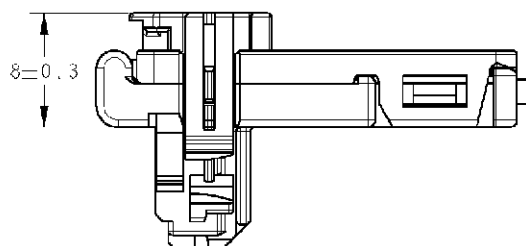

Fig. 21
- 寸法により管理される場合には、Fig. 21の寸法を参照願います。